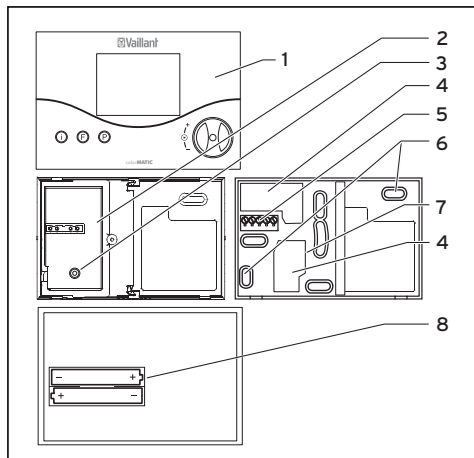

Рис. 9.1 Монтаж регулятора температуры помещения
Соединение с нагревательным аппаратом производится 2-жильным соединительным кабелем к зажимам 3-4 (см. рис. 9.1, поз. 5).
- Вытащите регулятор температуры помещения (1) из настенного цоколя (7).
- Откройте внутреннюю защитную крышку (2) настенного цоколя (7), отпустив винт (3) и откинув крышку вправо.
- Просверлите два отверстия (6) с диаметром 6 мм (как показано на рис. 9.1) и вставьте в них входящие в объем поставки дюбеля.
- Проведите соединительный кабель через кабельный ввод (4), расположенный под внутренней защитной крышкой.
- Вложите прилагаемые батареи в отсек, расположенный на задней стороне регулятора (рис. 9.1, поз. **8**). Следите за правильной полярностью батарей.